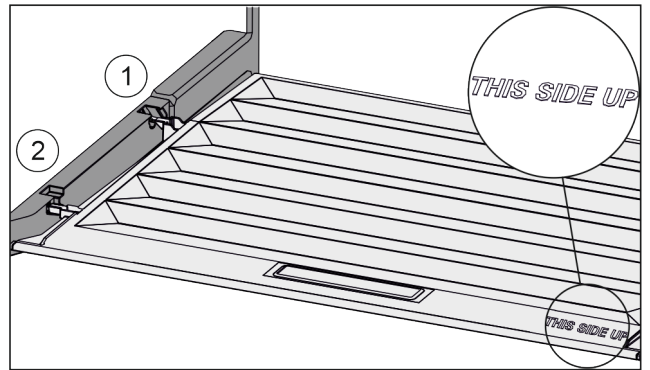

Fig. 94
- ▶ Introduzca los nervios de la tapa por la abertura del soporte trasero *Fig. 94 (1)* y encájelos por delante en el soporte *Fig. 94 (2)*.